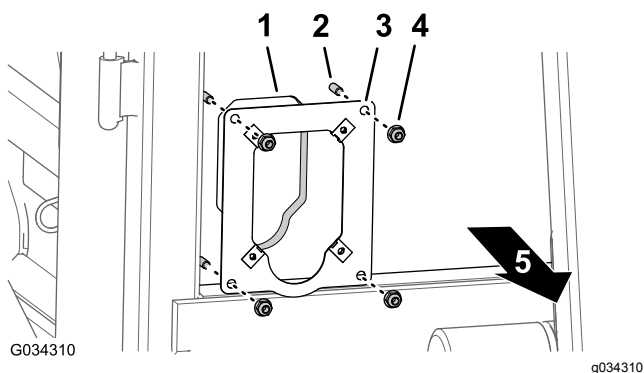

図 8
2. バッキングプレートの開口部と四角穴6.4 x 6.4mmとを、フォームパネルの開口部に整列させて図8キャリッジボルト1/4 x 3/4 インチで固定する。
3. キャブ前側にバッキングプレートを組み付け図8、キャリッジボルト 1/4 x 3/4 インチ4本とフランジロックナット1/4 inch4個で固定する。